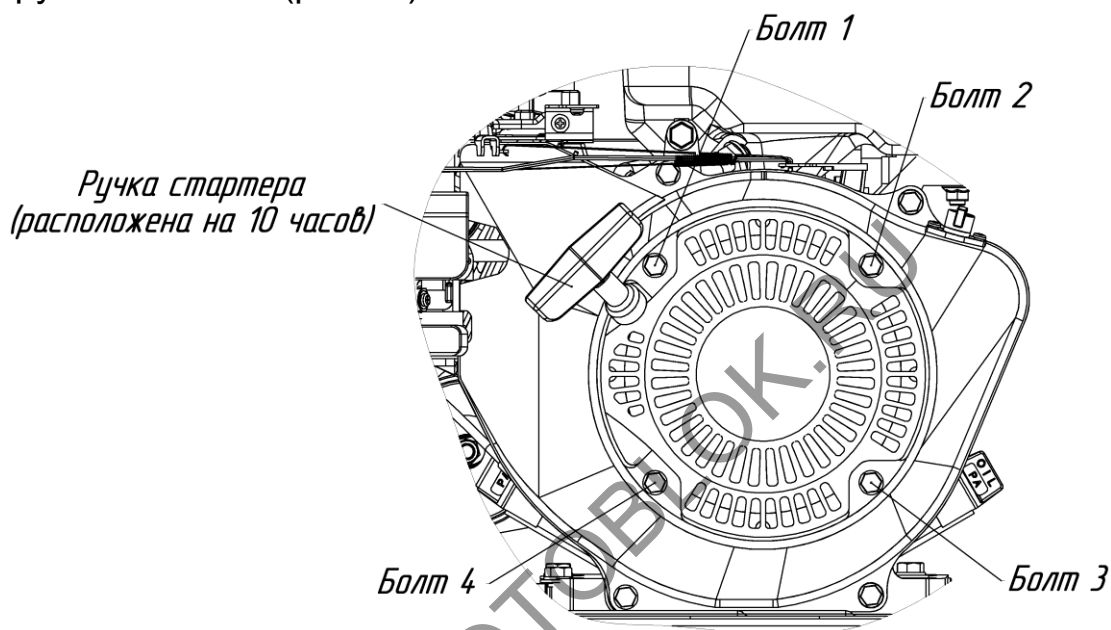

Рис.12 Схема крепления стартера на двигателе
- открутить 4 болта (рис.12);
- установить стартер на место таким образом, чтобы ручка стартера была расположена на 10 часов (рис.12);
- закрутить 4 болта (рис.12).